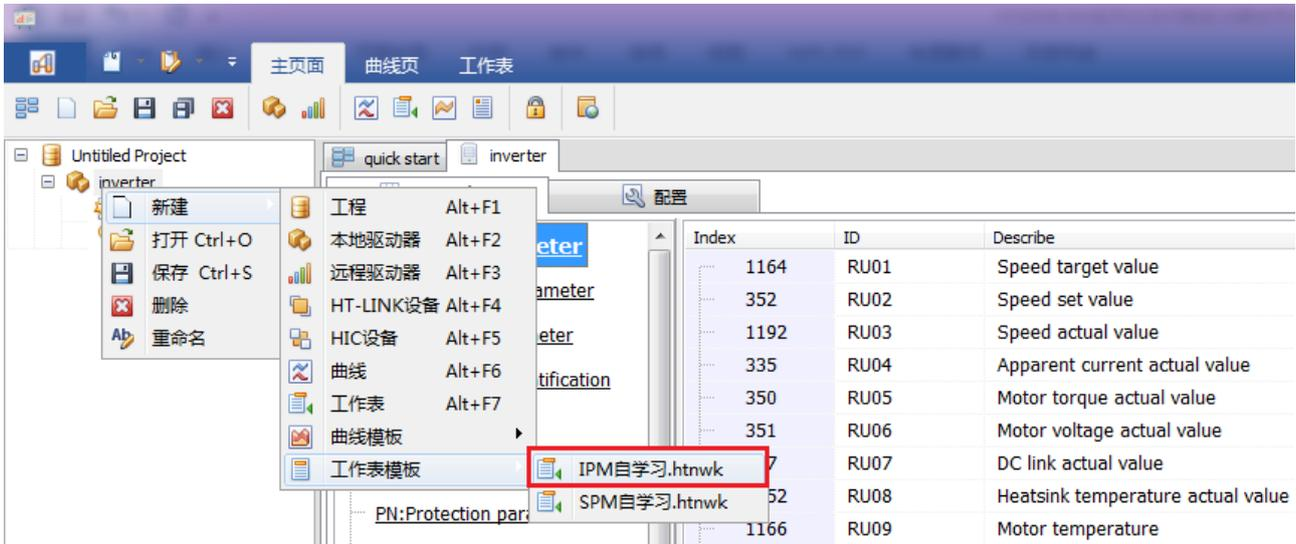

图 6.4 上位机选择 IPM 电机自学习模板
(1) 更新电脑上上位机软件至最新版本, 在电脑上安装指定的安装包
(2) 按要求接线, 上电
(3) 电脑与驱动器相连, 打开上位机软件
(4) 确认上位机与驱动器已正常连接
(5) 查看驱动器铭牌和 PU.00, 确认驱动器型号。
(6) 查看 DSP 软件版本 IN.00, 确认软件版本号。
(7) 参数操作指令 UD.03 写入 2, 将驱动器参数恢复为缺省值。
(8) 打开“IPM 自学习”参数设置模板, 如图 6.4 所示, 根据电机铭牌及系统要求, 参考表 6.5 设置电机运行相关参数。
(9) 插上使能端子 CN3 (1 脚与 3 脚短接), 按下“RUN”键, 驱动器进入自学习, 此时, “运行中”和“忙标志”指示灯会亮起。